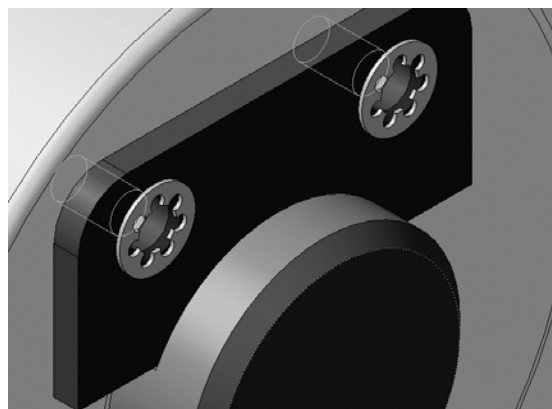

Рис. 99. Результат добавления второй шайбы
10.1.15 Для размещения второй шайбы укажите те же грани во втором отверстии Планки (рис. 99).